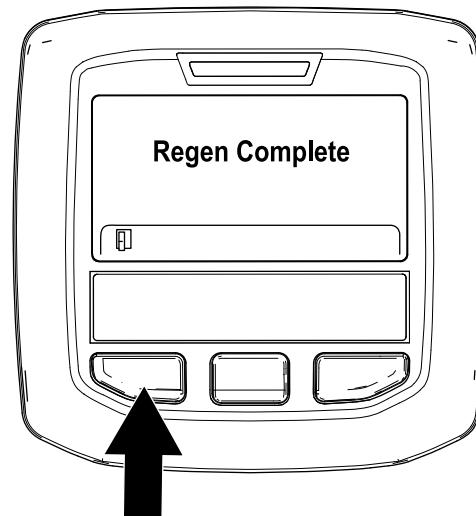

Bild 39
9. Die geparkte Regenerierung ist abgeschlossen, wenn die Meldung „Regen. Complete“ im InfoCenter angezeigt wird. Drücken Sie die linke Taste, um den Homebildschirm anzuzeigen (Bild 39).